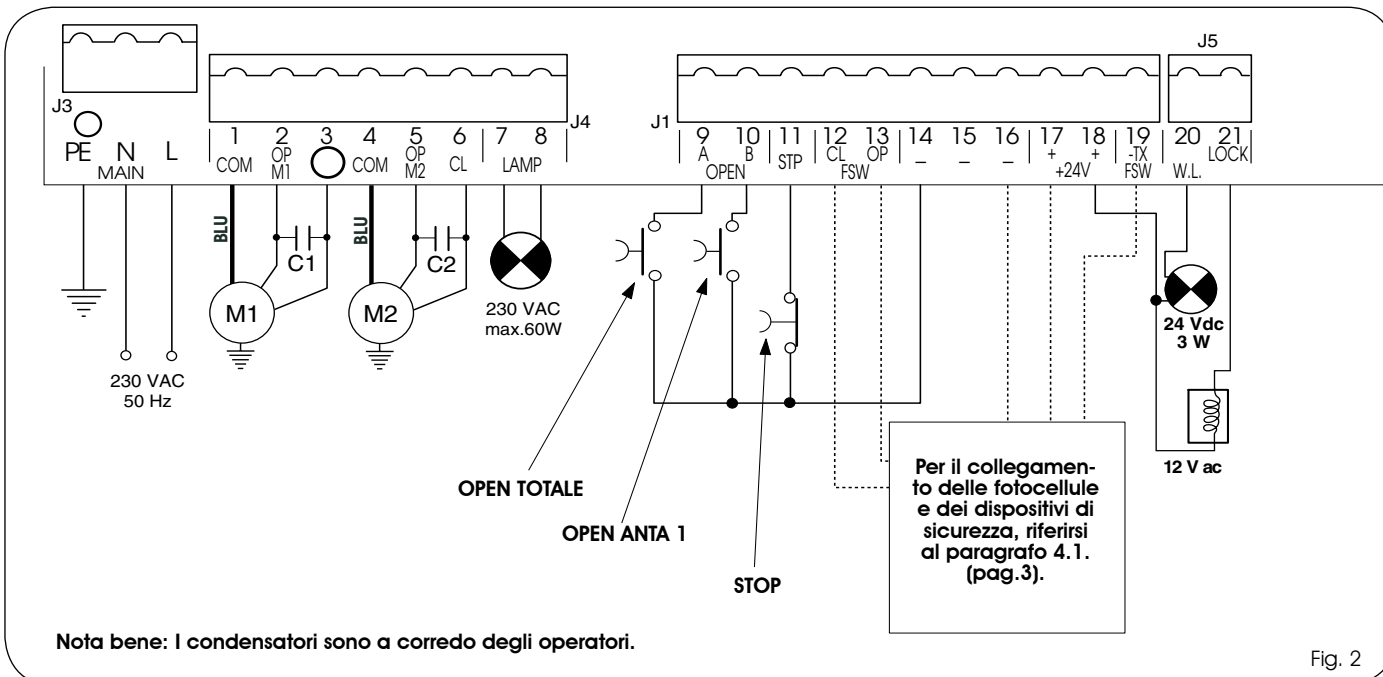

Fig. 2
- Collegare il cavo di terra all'apposito morsetto previsto sul connettore J3 dell'apparecchiatura (vedi fig.2).
4.2. Morsettiera J3 - Alimentazione (fig. 2)
4.3. Morsettiera J4 - Motori e lampeggiatore (fig. 2)
4.4. Morsettiera J1 - Accessori (fig. 2)
4.5. Morsettiera J5 - Lamp. Spia ed Elettroserratura (fig. 2)
4.6. Connettore J2 - Innesto rapido (fig.2)